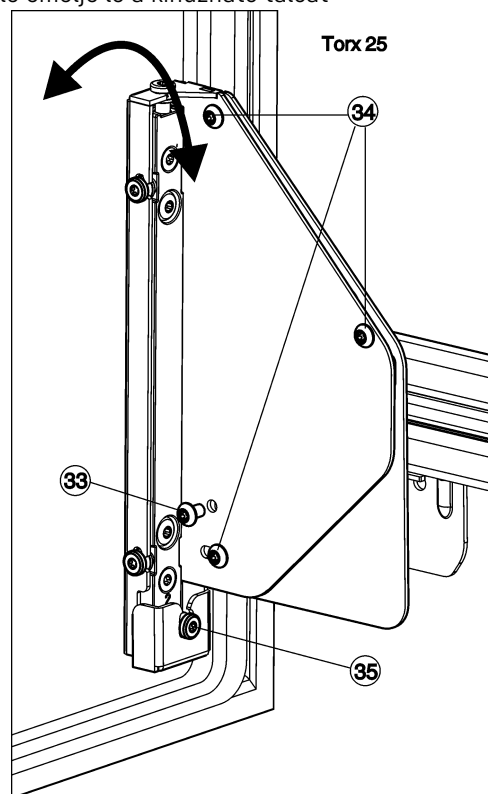

Fig. 26
- ▶ Csavarozza ki teljesen a csavart Fig. 26 (33).
- ▷ Kezelje a csavart Fig. 26 (33) hulladékként, a továbbiakban nincs rá szükség.
- ▶ A csavarokat Fig. 26 (34) csak 1-2 fordulattal lazítsa meg.
- ▶ Tekerje el a szabályozócsavart Fig. 26 (35). Az óramutató járásával megegyező irányba: az ajtó a gép burkolatától távolodva, felfelé dől. Az óramutató járásával ellenkező irányba: az ajtó a gép burkolatától távolodva, a gép irányában lefelé dől.
- ▶ Húzza meg újra az összes csavart Fig. 26 (34), ha beállította a dőlésszöveget.